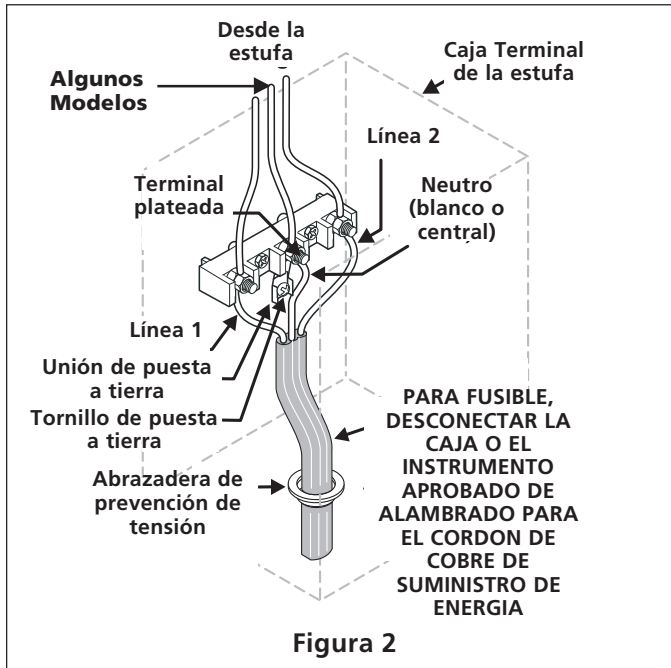
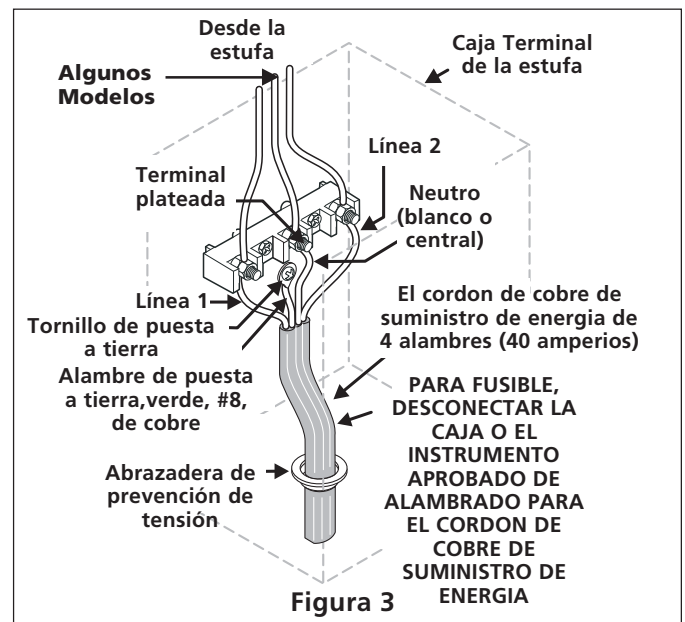

Figura 2
Figura 3
Introduzca el cable de suministro de energía de 3 alambres de la residencia a través del agujero de 1-1/8" que está al fondo de la caja terminal de la estufa (ver Figura 2). Para su uso en casas móviles, o donde las conexiones con un cable de suministro de 3 alambres no sean permitidas, use un cable de suministro de energía de 4 alambres (para conexiones ver la Figura 3). Use una abrazadera de prevención de tensión aprobada de acuerdo con U.L., para asegurar el cable a la caja terminal.
- Conecte el alambre de puesta a tierra (verde) o el cordón de cobre de suministro de energía al marco del aparato, con el tornillo de puesta a tierra, usando el agujero en el marco del cual se quitó la faja de puesta a tierra (ver Figura 3).